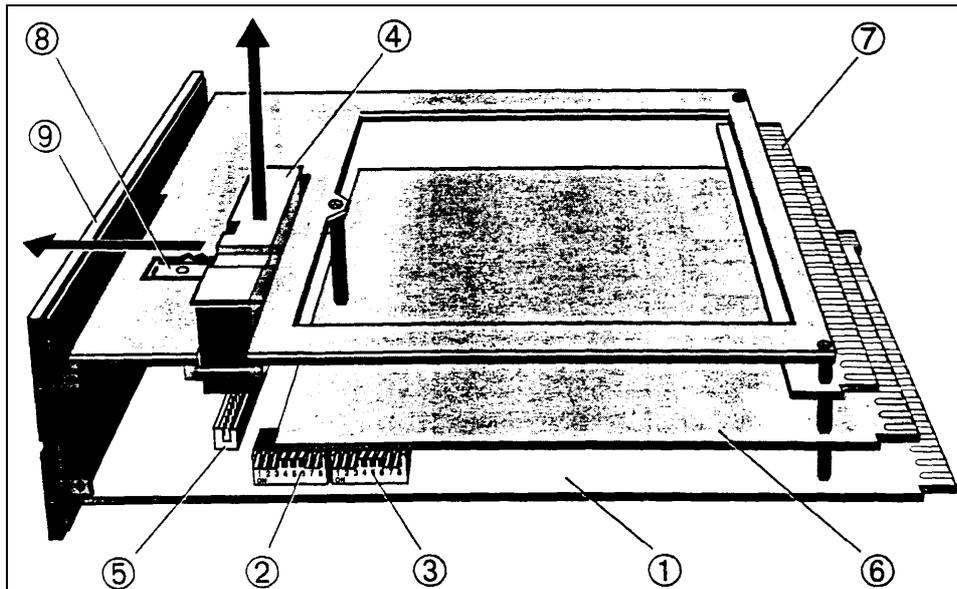

Bild 2-10 Interner Aufbau des T640
Bild 2-10 zeigt den Aufbau des T640 anhand eines Beispiels. Die Hauptplatine ① enthält die wichtigsten Elektronikbauteile und alle E/A-Karten. Auf dieser Platine sind zwei DIL-Schalterreihen 1 und 2 (② und ③) zur Umschaltung der Konfiguration sowie das Speichermodul ④ angebracht. Die Hauptplatine ist in diesem Beispiel mit einer E/A-Karte ⑥ auf Steckplatz 1 und einer Erweiterungs-E/A-Karte ⑦ auf Steckplatz 2 bestückt. Andere Kombinationen der E/A-Karten sind je nach Bestellkodierung möglich.
Siehe hierzu Bild 2-10. Drücken Sie die Befestigungsklammer 8 mit Hilfe eines Schraubendrehers in Richtung des Anzeigefeldes 9 und ziehen Sie das Modul aus seiner Befestigung heraus. Beim Einsetzen des Moduls wird umgekehrt verfahren.